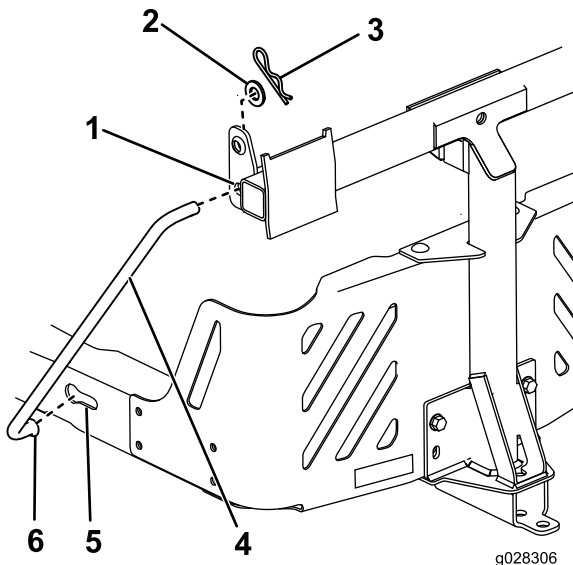

Figura 17
- 7. Installate l'estremità curva e svasata di un'asta nella scanalatura sagomata presente sul lato sinistro del telaio della macchina e spostate l'asta indietro per inserirla in posizione nel telaio (Figura 17).
8. Inserite le estremità curve delle aste nel supporto dell'attrezzo come illustrato nella Figura 17 e fissate l'estremità di ciascuna asta con una rondella e una coppiglia.